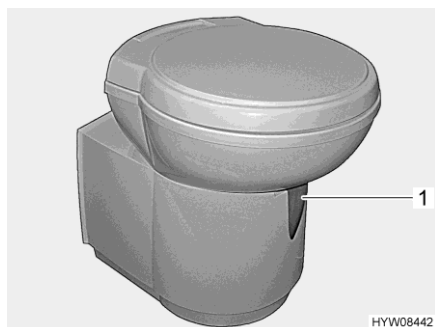

Fig. 108 Taza del inodoro Thetford (basculable)
- Antes del lavado, abrir la corredera del inodoro Thetford. Para ello, empujar la palanca de corredera (Fig. 108,1) en sentido contrario a las agujas del reloj.